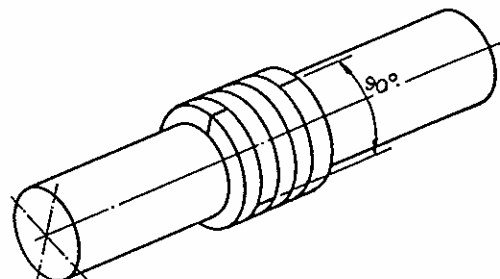

Fig. 15 – Posição dos anéis defasados em 90°
- Proceder a montagem na seqüência inversa da desmontagem, introduzindo cada peça no interior da câmara com o auxílio do aperta gaxeta. Os anéis de gaxeta deverão ser montados com o corte defasado cerca de 90° um em relação ao outro. (Vide Fig. 15).